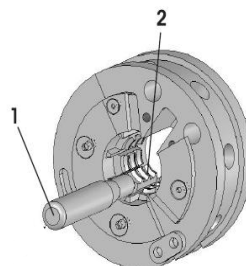

Figure 5
- Approchez l'extracteur magnétique (Rep.1 Fig.5) du logement du mors (Rep.2 Fig.5)
- Aimantez le mors (Rep.2 Fig.5) sur l'embout de l'extracteur magnétique (Rep.1 Fig.5)
- Relever l'extracteur magnétique (Rep.1 Fig.5) pour extraire le mors de son logement (Rep.2 Fig.5)